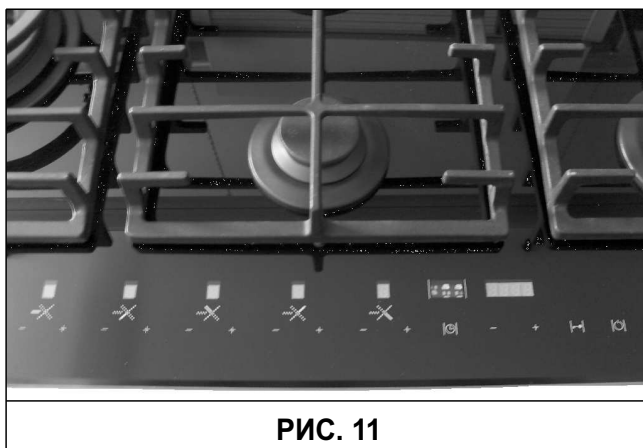

РИС. 11
Начало процедуры регулировок обозначается на дисплее надписью "MIN". Теперь можно выбрать конфорку, которую необходимо отрегулировать при помощи кнопок 12 и 13 ("- и "+" установки часов), а затем подтвердить кнопкой "Часы" (11). Выбранная конфорка включится с минимальной мощностью, после чего есть возможность увеличить или уменьшить минимальный уровень мощности, нажимая, соответственно, на кнопки "+" и "-" конфорки. Во время процедуры регулировки, дисплей уровня пламени воспроизведет информацию о том, соответствует ли установленный минимум фабричному значению. Показания изменятся на мигающие "^" или "v", указывая, соответственно, большую или меньшую мощность по сравнению с установленной изначально. Для подтверждения желаемого значения минимальной мощности, необходимо нажать кнопку "Часы" (11). Надпись "MIN" останется и не будет мигать ни один из индикаторов Сид, следовательно, теперь следует нажать кнопку "Часы" (11), чтобы закончить процедуру, или нажать кнопки 12 и 13 для того, чтобы выбрать другую конфорку и установить на ней минимальную мощность. Минимальные значения уровня мощности будут приняты и сохранены устройством и будут использоваться при обычном применении варочной поверхности. (см. рис. 11)
Можно настроить варочную поверхность на функционирование с газом-метаном или сжиженным газом пропаном. Для начала процедуры выбора горючего газа, необходимо, чтобы плита находилась в рабочем режиме с выключенными конфорками. Достаточно одновременно нажать кнопки - конфорки 5, - конфорки 1 и кнопку 12 (для 90 см), кнопки - конфорки 5, - конфорки 2 и кнопку 12 (для 60 см) их минимум 2 секунды. При начале процедуры выбора типа горючего газа выключается дисплей уровня конфорок, а на дисплее таймера появляется надпись "Met" или "Gpl", в зависимости от установленной конфигурации, используемой в данный момент. Можно выбрать желаемую установку при помощи кнопок 12 и 13. Для окончания процедуры, оператор должен нажать кнопку "Часы" (11). Активация этой функции приводит к аннулированию возможных сроков выключения, установленных для конфорок (см. рис. 11).